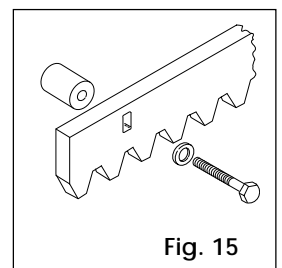

Fig. 15
4.4.2. SCREW-ON STEEL RACK (Fig. 15)